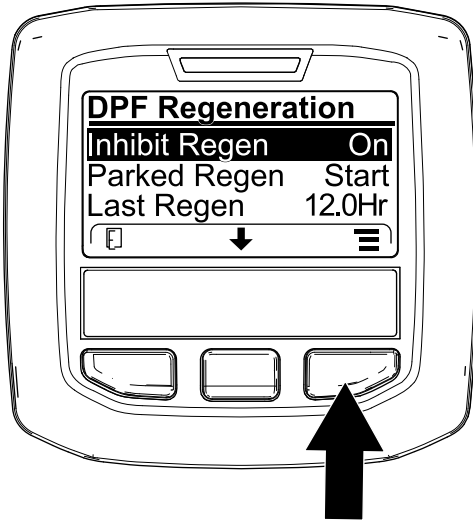
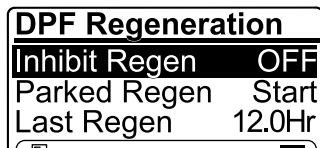

Figure 43
Figure 44
1. Ouvrez le menu DPF Regeneration (régénération du FAP), appuyez sur le bouton central pour naviguer jusqu'à l'option INHIBIT REGEN (interdiction de régénération), et appuyez sur le bouton droit pour la sélectionner (Figure 43).
2. Appuyez sur le bouton droit pour changer l'option d'interdiction de régénération de On (activée) à Off (désactivée) (Figure 43) ou inversement (Figure 44).